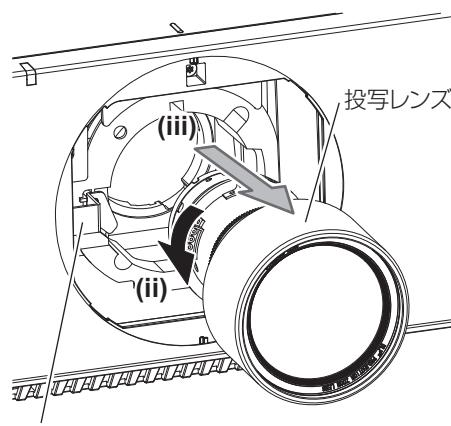

図2
2) レンズリリースボタンを押しながら反時計方向に投写レンズを回しきり、投写レンズを取り出す（図 2）
- 2) 時計方向に「カチッ」と音がするまで回す（図2）